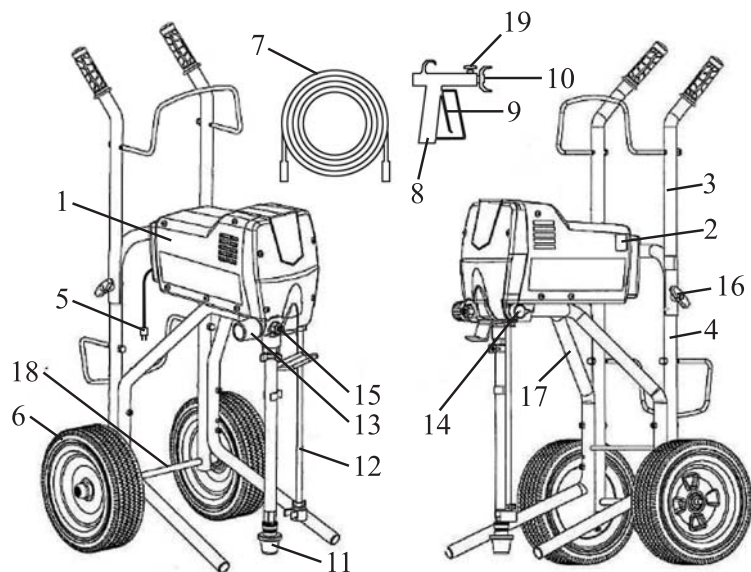

рис. 1
3.1 Общий вид АБР представлен на рис.1 *
6.1.1 Установите верхнюю часть рамы **3** (рис. 1) на нижнюю **4** (рис. 1) и зафиксируйте винтами **16** (рис. 1)
6.1.2 Установите на раму стойку-основание **17** (рис. 1) и зафиксируйте с помощью болтов и гаек (входят в комплект поставки)
6.1.3 На стойку **17** (рис. 1) установите корпус АБР **1** (рис. 1)
6.1.4 На нижнюю часть рамы **4** (рис. 1) установите ось **18** (рис. 1), затем установите колёса для транспортировки **6** (рис. 1)
6.2.2 Подсоедините один конец шланга **7** (рис. 1) к выходному штуцеру **15** (рис. 1) а другой к приёмному штуцеру краскопульта **8** (рис. 1). Регулятором **13** (рис. 1) производится регулировка давления.
6.2.3 С помощью хомутов подключите 2 шланга для всасывания краски **11** и **12** (рис. 1). В зависимости от вязкости краски, регулятором **14** (рис. 1) производится регулировка всасывания.
6.3.2 Затем подключите вилку **5** (рис. 1) к розетке питания электрическим током.
6.3.3 Переведите выключатель **2** (рис. 1) в положение «Вкл.»
Перед началом распыления необходимо проверить краскопульт на шаблоне, произвести калибровку давления подачи краски **13** (рис. 1), подачи краски **14** (рис. 1), настроить винт распыления **19** (рис. 1).